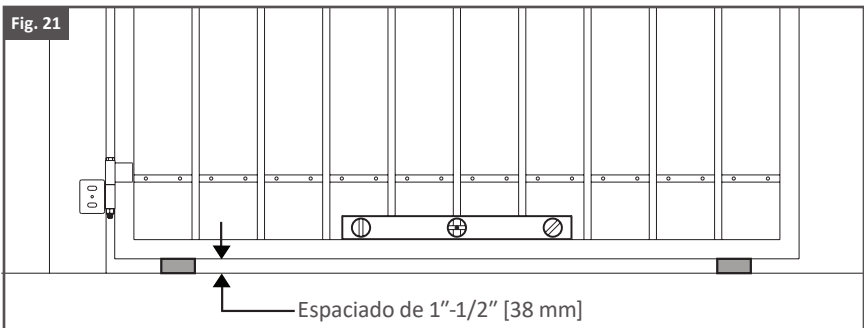

Fig. 22
3. Con las bisagras Estate montadas sobre el poste, marque las ubicaciones deseadas de los pernos a ambos lados del poste dentro de los agujeros de la ranura de la bisagra Estate, como se muestra en la Fig. 22. **Asegúrese de que la ubicación de cada agujero para pernos esté marcada sobre el borde del agujero de la ranura más cercano al panel de la compuerta. Esto permitirá hacer ajustes al instalar el panel de la compuerta en el paso 3.**